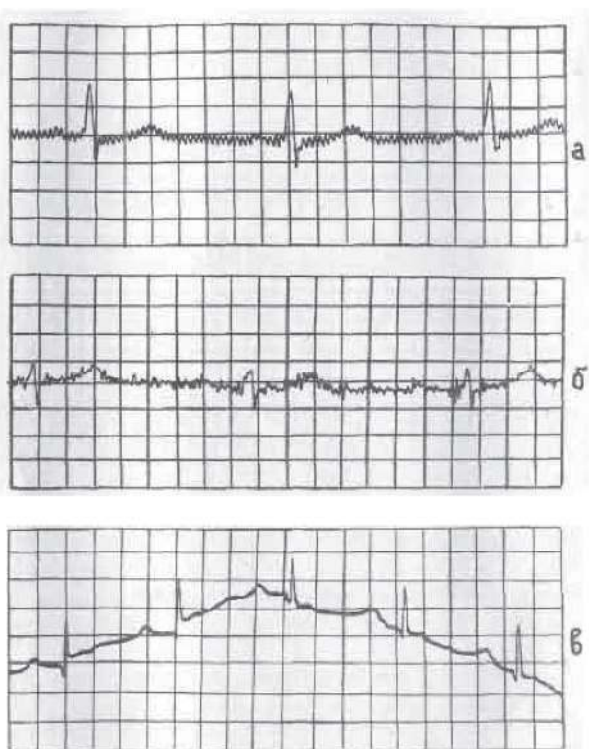

Рис. 12. Виды возможных помех при записи электрокардиограммы
При записи электрокардиограмм могут встретиться различные виды помех (рис. 12):
а) размытость записи с периодическим повторением зубцов, вызванная влиянием сети переменного тока (рис. 12а).
- в) блуждающая нулевая линия, вызванная движением пациента во время записи электрокардиограммы (рис. 12в).